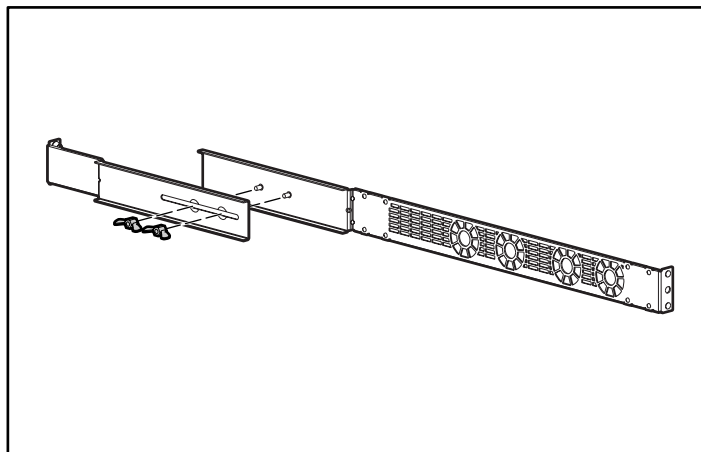

Figure 8 : Rails
4. Assemblez les rails à l'aides des écrous papillon fournis (reportez-vous à la Figure 8).